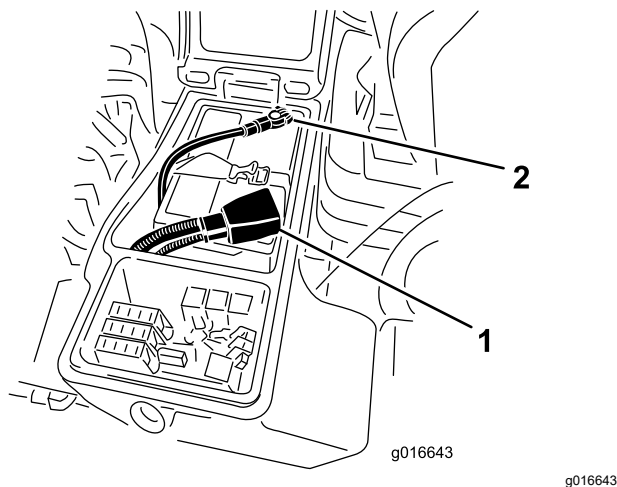

Figura 81
4. Conecte el cable positivo (rojo) al borne positivo (+) y el cable negativo (negro) al borne negativo (-) de la batería (Figura 81). Fije los cables a los bornes con tornillos de caperuza y tuercas. Asegúrese de que el terminal positivo (+) está colocado a tope en el borne, y que el cable está colocado junto a la batería. El cable no debe entrar en contacto con la tapa de la batería. Deslice la cubierta de goma sobre el terminal positivo para evitar posibles cortocircuitos eléctricos.